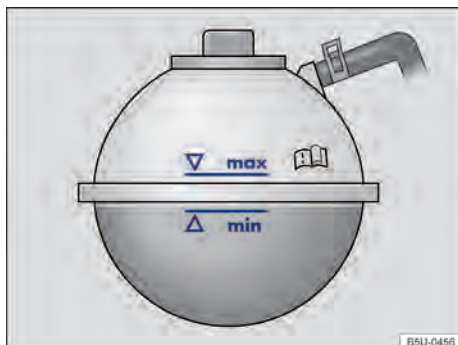

Fig. 206 No compartimento do motor: marcação no reservatório de expansão do líquido de arrefecimento do motor.
- Com o motor frio, verificar o nível do líquido de arrefecimento do motor pela marcação lateral do reservatório → Fig. 206.
- O nível do líquido de arrefecimento do motor deve permanecer dentro da marcação do reservatório → Fig. 206. **Não completar acima da marca "max" → .**
- Completar com líquido de arrefecimento do motor somente até a marca “max” → Fig. 206. Caso contrário, ao aquecer-se, o líquido excedente será expulso do sistema de arrefecimento do motor e poderá causar danos.